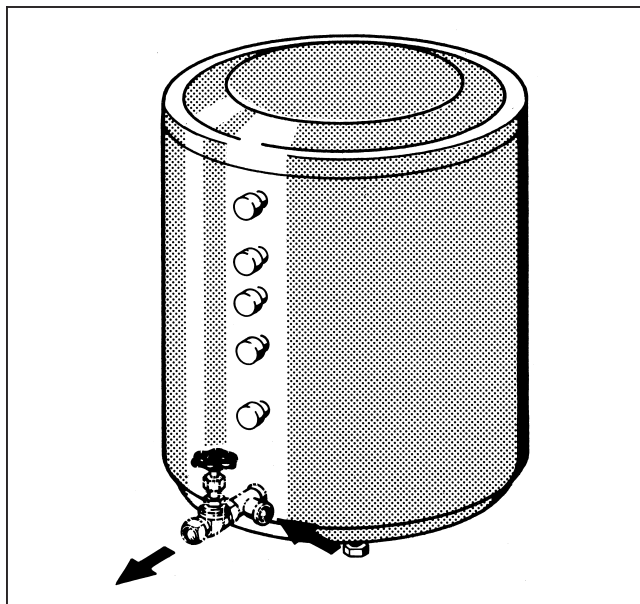

Fig. 11
- Chiudere l'alimentazione acqua fredda ed aprire la valvola di scarico dell'accumulatore (EL). Per aereare, aprire un rubinetto di presa superiore (Fig. 11).